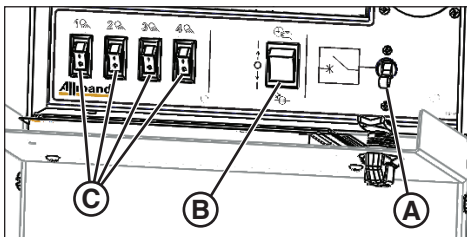

Figura 13
2. Encienda el disyuntor principal (**A**, figura 13).
4. Encienda el interruptor de la torre/luz (**B**, figura 13).
5. Encienda los interruptores individuales de las luces (**C**, figura 13) (1 - 4) si están apagados.
1. Coloque el interruptor de la célula fotoeléctrica/temporizador (**B**, figura 13) en la posición del TEMPORIZADOR.
Coloque el interruptor de la célula fotoeléctrica/temporizador (**B**, figura 13) en la posición de la CÉLULA FOTOELÉCTRICA. Las luces se encenderán automáticamente cuando desaparezca la luz ambiental.
Coloque el interruptor de la célula fotoeléctrica/temporizador (**B**, figura 13) en la posición del TEMPORIZADOR.